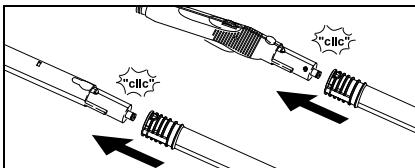

Рис. 7
- При необходимости использовать удлинительные трубы (G1). Для этого одну или обе удлинительные трубы установить на паровом пистолете (C1) (см. рис.7). Необходимые насадки (D1, E1, F1, H1) надеть на свободный конец удлинительной трубы.